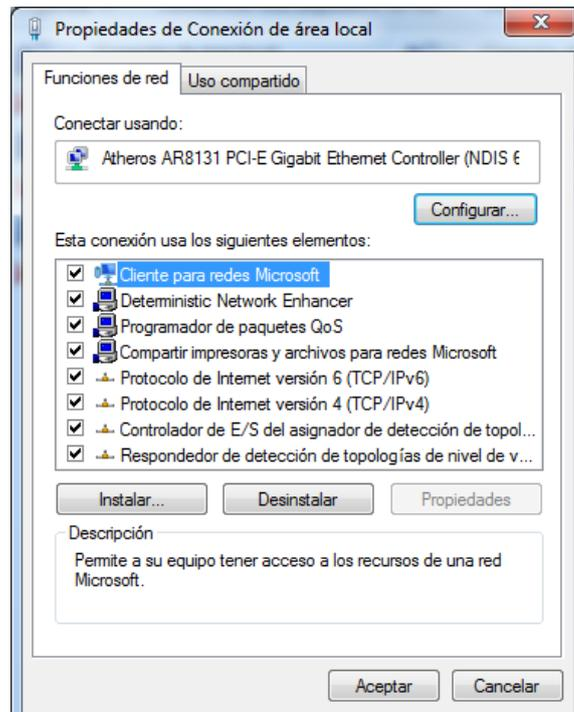

Figura 6:Asignación dirección IP: Paso 3.
3.- Una vez abierta la pantalla de propiedades, **Figura 6**, seleccionar la opción **"Protocolo de Internet versión 4 (TCP/IPv4)"** y hacer doble clic sobre ella.